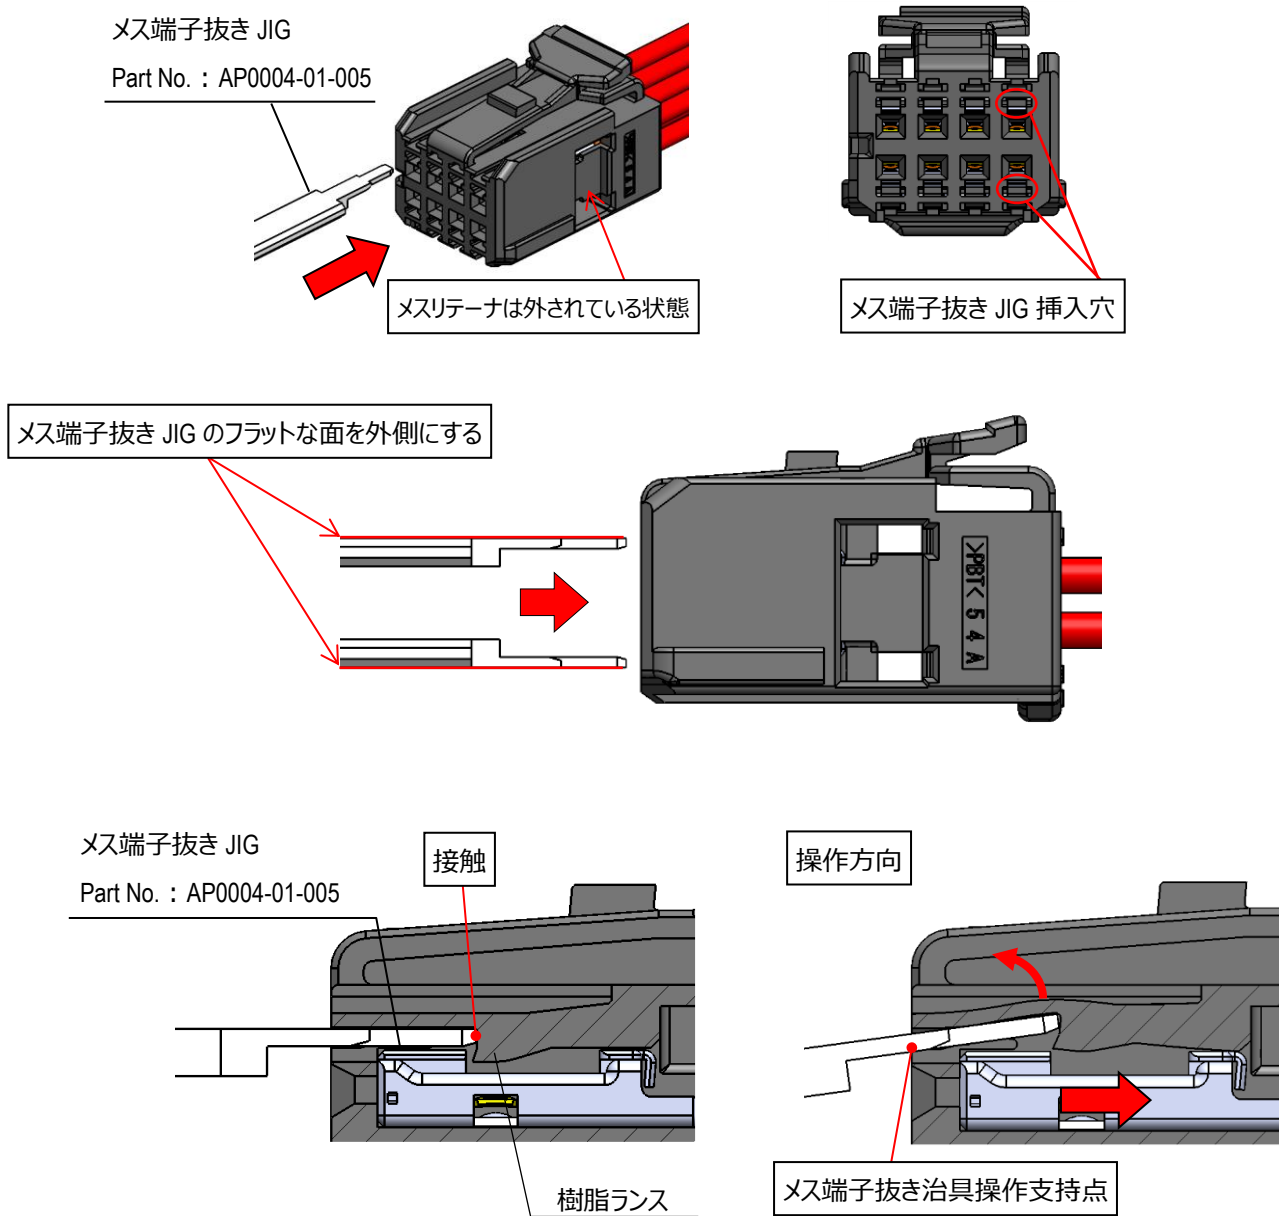

図 38 メス端子引き抜き方法
- ① 抜き JIG 挿入穴以外にドライバーを差し込まないで下さい。破損・性能低下の可能性があります。
- ② オスリテーナがオスハウジング側面から出た位置(オスリテーナ仮係止位置)で解除終了となる為、それ以上無理に出そうとしないでください。変形・破損の原因となります。
- ③ オスリテーナを引き出した後、オスリテーナ・オスハウジング双方に変形・破損のない事を確認し、作業を継続して下さい。
- ④ 変形・破損があった場合、再使用せず、新品と交換して下さい。
- ⑤ オスリテーナを解除する際は、規定のドライバー以外は使用しないで下さい。
- ⑥ 破損や、変形のあるドライバーは使用しないでください。
- ①ハウジングに装着されているリテーナが解除されていることを確認して下さい。
- ②引き抜こうとする端子の電線を持って端子を軽く奥に押し込み、その状態で端子抜き JIG をハウジングの端子抜き JIG 挿入穴に挿入して下さい。(図 38,39 参照)
- ③端子抜き JIG 先端が樹脂ランス先端に突き当たったら端子抜き JIG を天井に当たるまで軽く回転させ、樹脂ランスを持ち上げます。その状態を維持したまま、端子の電線を水平に引張って下さい。(図 38,39 参照)